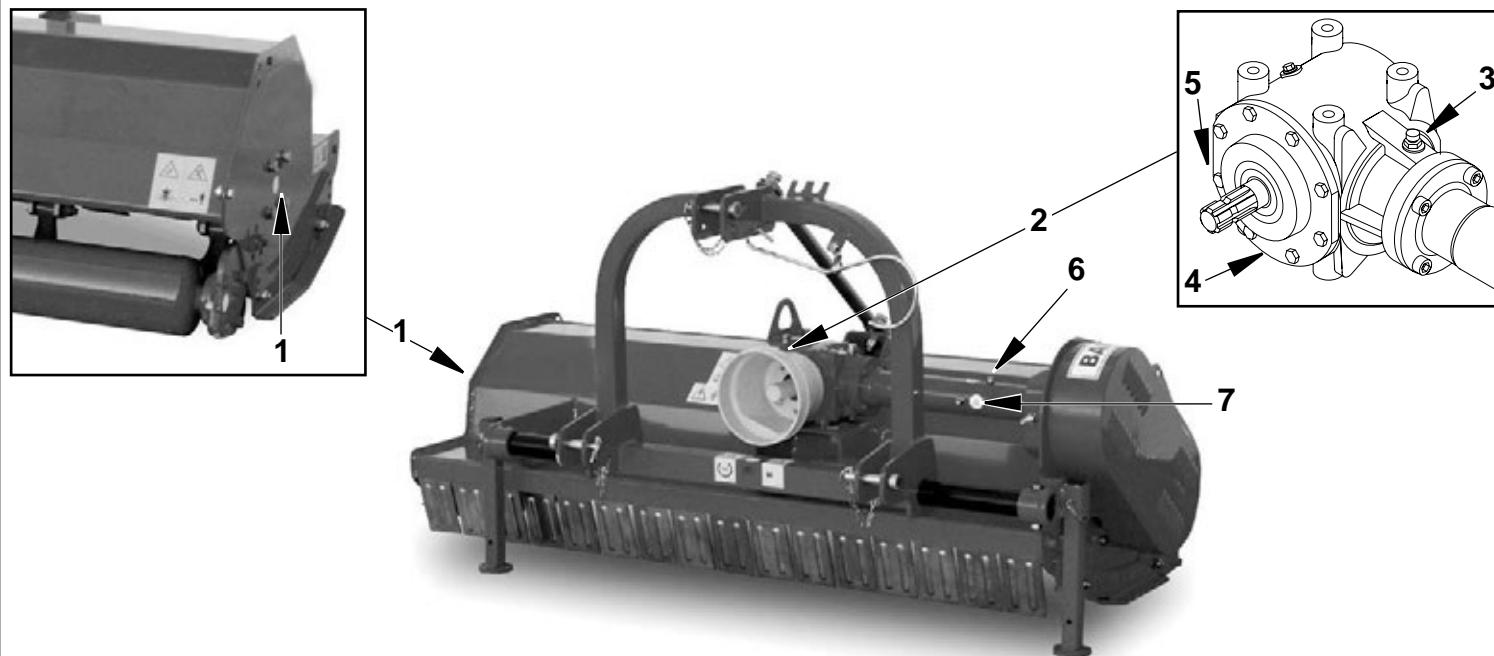

Fig. 29
- Verificare il livello olio nella scatola del moltiplicatore, eventualmente ripristinarlo fino all'altezza del foro di livello (5 Fig. 29).
- Effettuare il cambio completo dell'olio del moltiplicatore, scaricando completamente l'olio dal tappo di scarico posto sotto la scatola moltiplicatore (4 Fig. 29).
- Efterse olieniveauet i overgear boksen, efterfyld evt. olie op til niveaustregen (5 Fig. 29).
- Udkift af olien i geareret ved at tømme olien fuldstændig fra afløbsproppen under overgear boksen (4 Fig. 29).
- Kontrollera oljenivån i rotordrivningen, fyll om nödvändigt på upp till markeringen (5 Fig. 29).
- Byt olja på rotordrivningen. Tappa ut via oljeavtappningen på drivningens undersida (4 Fig. 29).